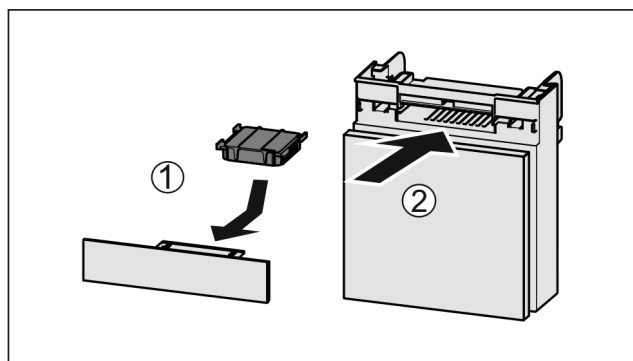

Fig. 148
- Aktivni ogljeni filter vstavite Fig. 148 (1) skladno s prikazom na sliki.
- Predal potisnite noter Fig. 148 (2).